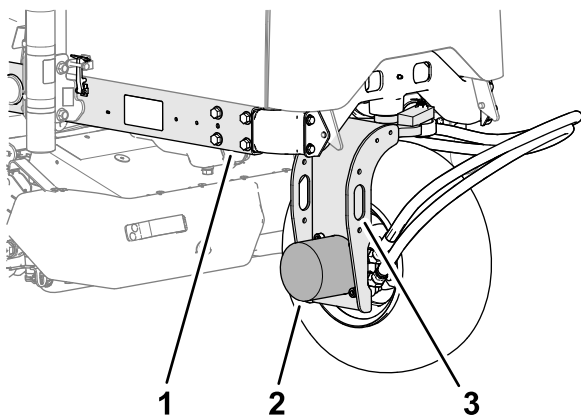

Bild 52
2. Befestigen Sie das Hebezeug an der Vergurtungsöse der Hinterradgabel (Bild 52).